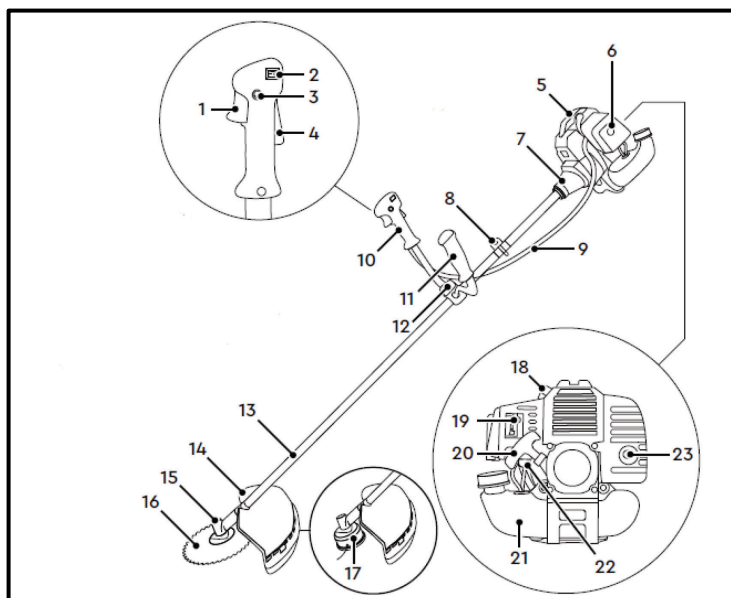

Рис. 7
* В зв'язку з постійним вдосконаленням відображення (Рис. 7) може відрізнитися